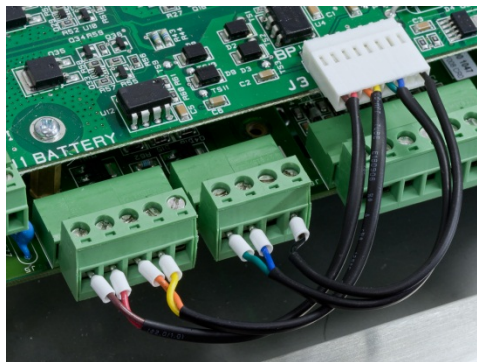

Abbildung 3-30: Verbindung IND560x-PAB (J3) zu IND560x (J4/J5)
8. Zwischen der Klemme J3 der IND560x-PAB und den Klemmen J4 und J5 des IND560x-Hauptplatine müssen zusätzliche Anschlüsse hergestellt werden (Abbildung 3-30). In Tabelle 3-8 sind die Farbcodierungen für die Verdrahtung des Anschlusses aufgeführt. Den im IND560x-PAB-Satz enthaltenen Verbinder gemäß diesen Verdrahtungscodierungen installieren.